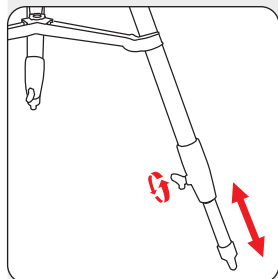

Fig. 5: Estrarre le gambe del treppiede
2. Allentare le viti ad alette (6) dei bloccaggi delle gambe del treppiede (5) ed estrarre le parti inferiori delle gambe del treppiede (7) fino alla lunghezza desiderata. Quindi serrare nuovamente le viti ad alette (Fig. 5).